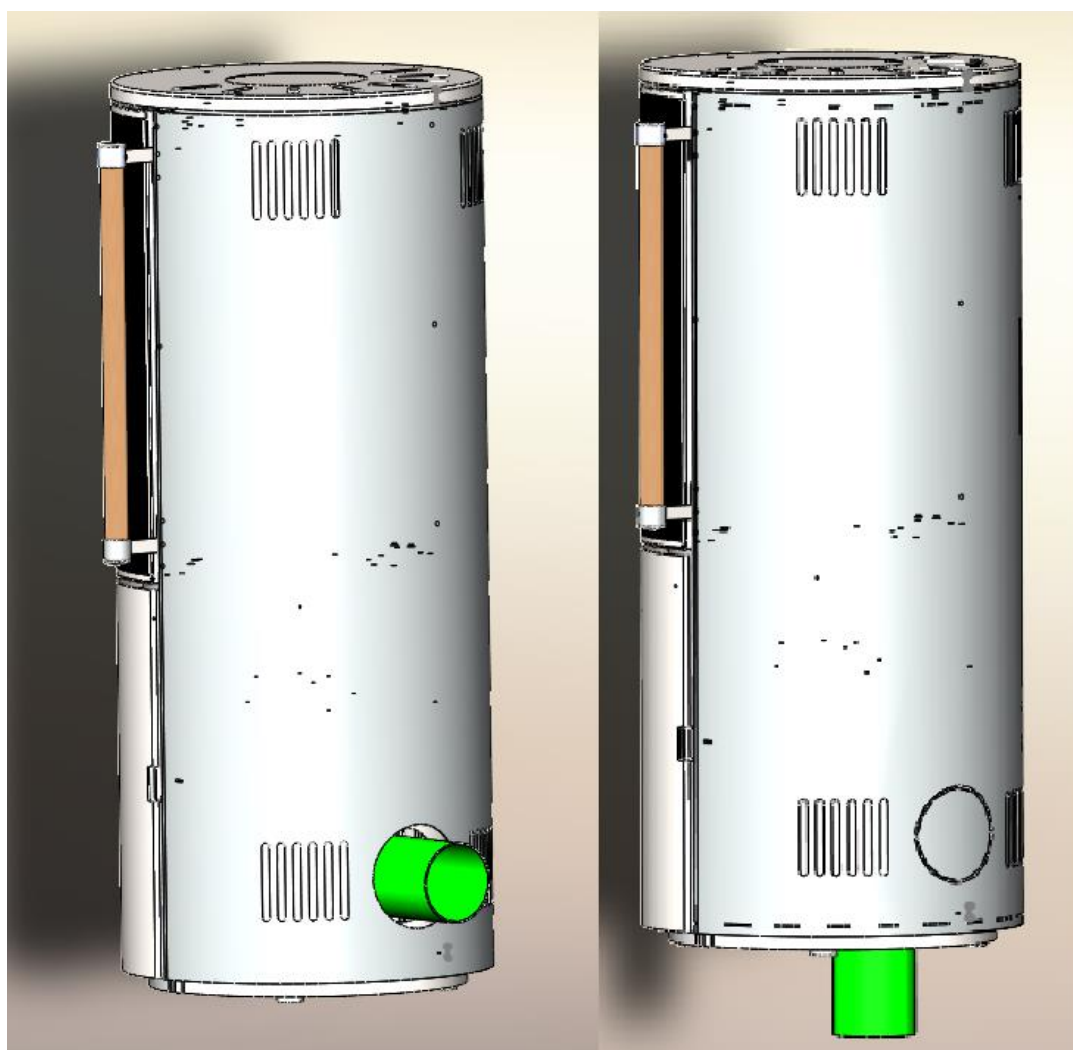

Afbeelding 2. Het vervangen van de afdekking aan de onderkant van de schoorsteen voor de buitenluchtaansluiting.
3. Afbeelding 2: Het vervangen van de afdekking aan de onderkant van de schoorsteen voor de buitenluchtaansluiting	Pagina 6